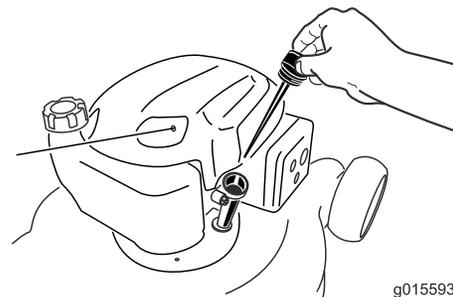

Figure 15
2. Retirez la jauge, essuyez-la sur un chiffon propre puis replacez-la dans le goulot de remplissage jusqu'à ce qu'elle bute, **mais sans la visser** (Figure 15).